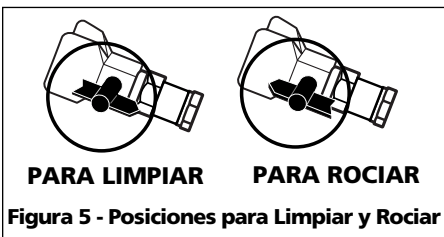

Figura 5 - Posiciones para Limpiar y Rociar
1. Gire la boquilla a la posición de limpieza (Vea la Figura 5).
3. Coloque la boquilla en la posición para rociar y continúe rociando (Vea la Figura 5).